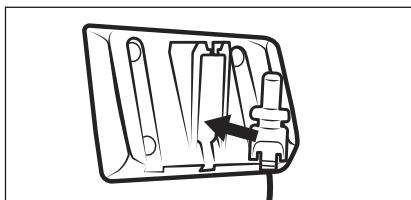

Fig. 4
- 1) Inserte el conector coaxial 11 del adaptador de red 10 en el soporte mural 18 (consulte la fig. 4). Gire el conector coaxial 11 para fijarlo.